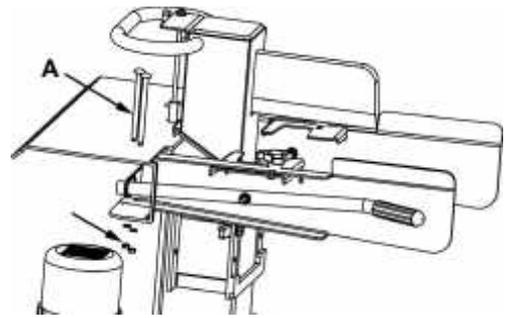

Fig.7
### 4.2.2.1- Montage des bras de commande (Fig.7)
- Mettre les bras de commande en place : introduire le tube du bras de commande dans l'emplacement de la jonction transversale (Fig.7).
- Faire traverser la tige d'immobilisation (A).